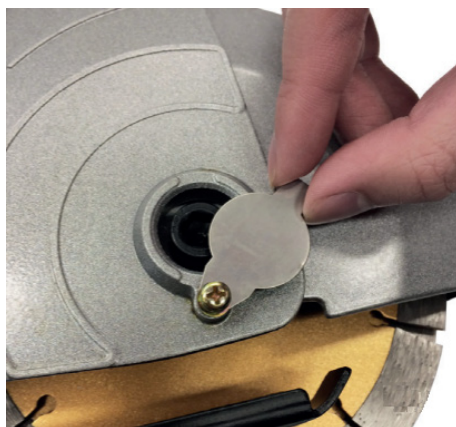

Fig. 8
- Schuif de klep opzij, Fig. 8.